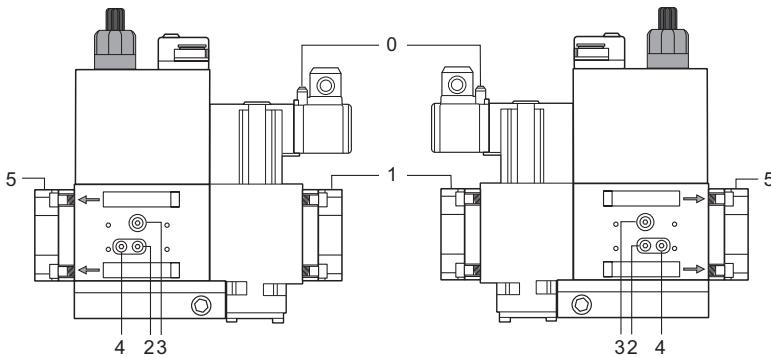
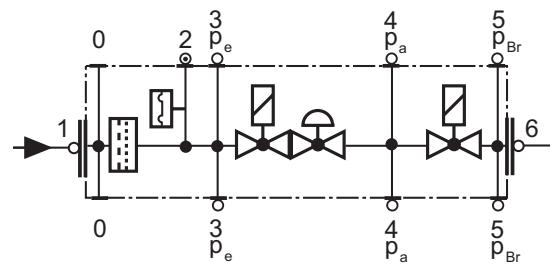

Fig. 54
Fig. 55
- Schimbati filtrul daca diferența de presiune intre prizele 1 si 2 (Fig. 54-Fig. 55) este $\Delta p > 10$ mbar.
- Schimbati filtrul daca diferența de presiune intre prizele 1 si 2 (Fig. 54-Fig. 55) este de doua ori mai mare comparata cu cea de la ultima verificare .